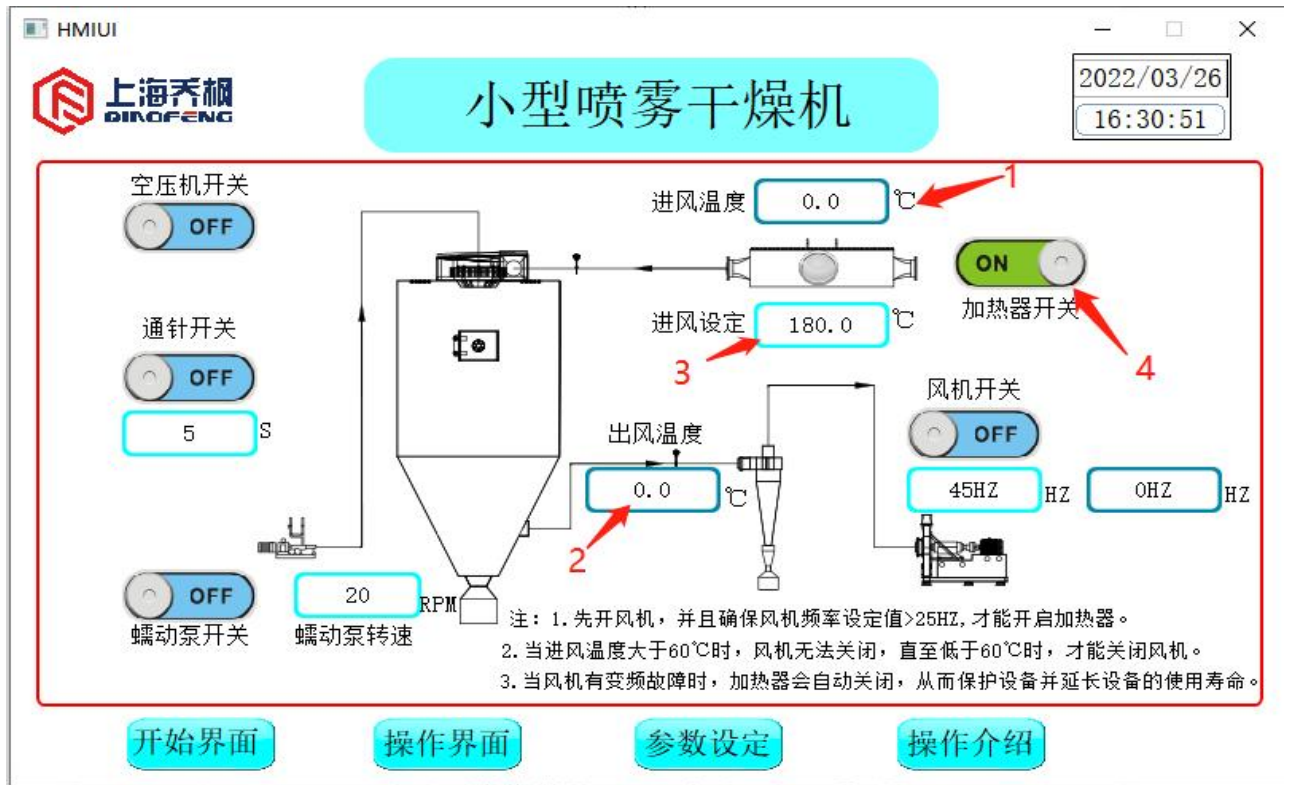

图 6
(4) 点击“℃”前的设定框 3，用虚拟键盘输入“0-250”，即为设定进风温度为 0-250℃，点击“加热器开关”4，开启电加热。显示状态如下图 6 所示。（显示框 1 为进风实际温度显示，显示框 2 为出风温度实际显示，以此判设备实际状态是否符合生产状态）